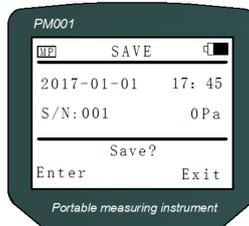

图 8 压力记录保存界面
- 第三步：系统进入压力测量界面，短按 Enter 键进入记录保存界面，如图 8 所示；